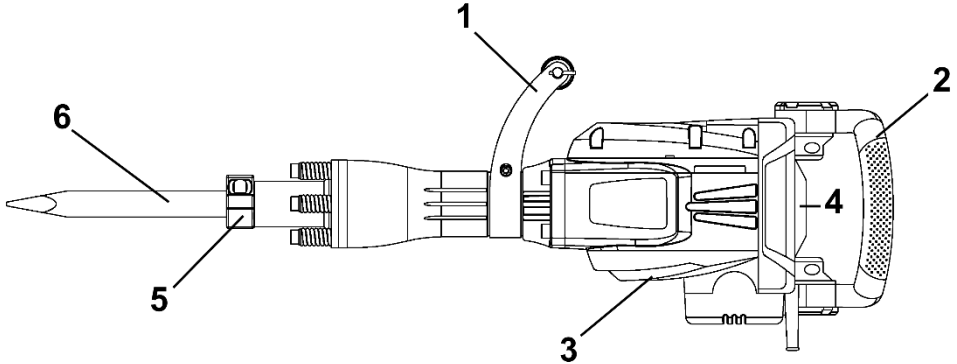

Рисунок 1
2.2.1 Виріб має несучий пластиковий корпус з вмонтованим електричним колекторним двигуном, редуктором з пневматичним ударним механізмом, на вихідному валі якого встановлюється змінний патрон **SDS-HEX** (5) для закріплення змінних робочих інструментів з циліндричними хвостовиками системи SDS-HEX згідно рис.1. Корпус одночасно вміщує органи керування інструментом, шнур живлення від мережі змінного однофазного струму та має опорну поверхню для встановлення передньої рукоятки (1) з можливістю фіксованого позиціонування навколо подовжньої осі виробу. Електродвигун розташований перпендикулярно осі змінного робочого інструмента, створює через кривошипний механізм зворотньо-поступальні рухи поршня пневмоциліндру, який підсилює поштовхи і передає їх змінному інструменту.